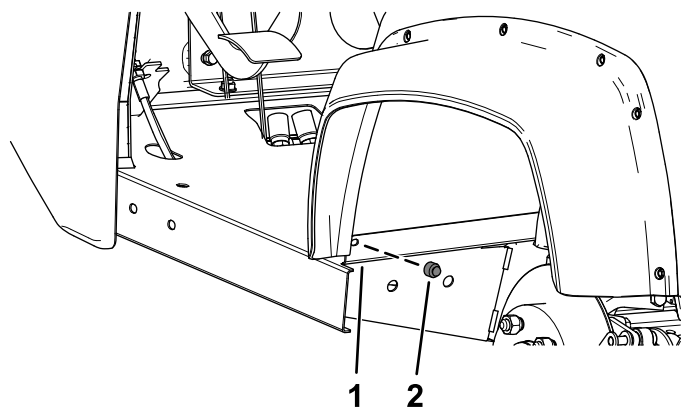

図 3
3. フロアパネルの各側についているゴム製のバンパーを外す 図 3。